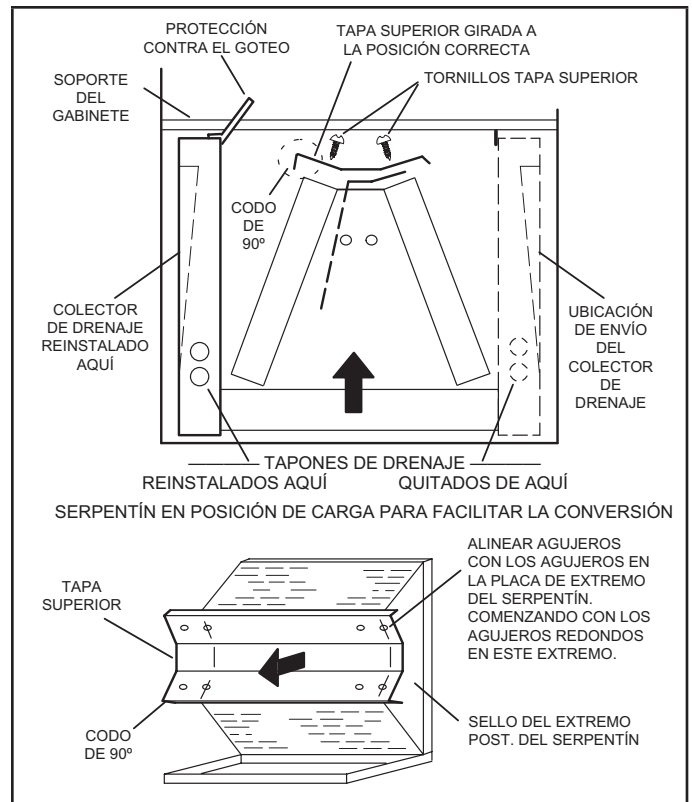

FIGURA 7. Modificación en el sitio para la descarga a la izquierda
- 5 - Quite los tornillos de la tapa superior. Quite el tornillo del protector contra goteo horizontal en el centro del sello del extremo posterior del serpentín como se ilustra en la Figura 7.
- 8 - Gire la tapa superior 180° de adelante hacia atrás y alinéela con los orificios para tornillos sin usar. Los orificios se deben alinear con las placas del extremo trasero del serpentín. La tapa superior tiene un codo de 45° en un lado y un codo de 90° en el otro. **El codo de 90° debe estar en el mismo lado que el colector de drenaje horizontal** como se muestra en la Figura 7.